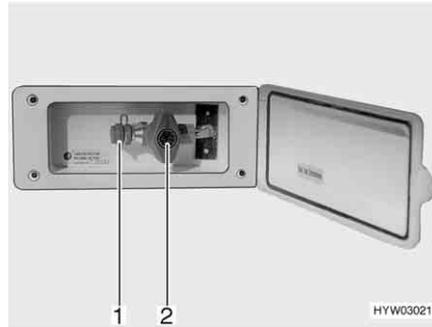

Fig. 113 Toma exterior de gas, válvula de paso de gas cerrada
La toma externa de gas (Fig. 113) está, en función del modelo, en la parte trasera o en el lado izquierdo o derecho del vehículo.
- Conectar el aparato de gas externo en el punto de conexión (Fig. 113,1).
- Abrir la válvula de paso de gas (Fig. 113,2).